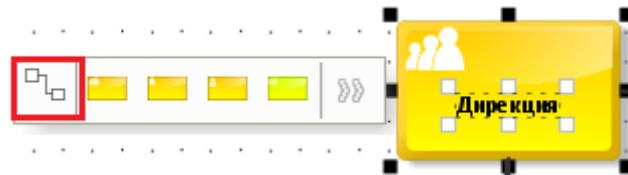
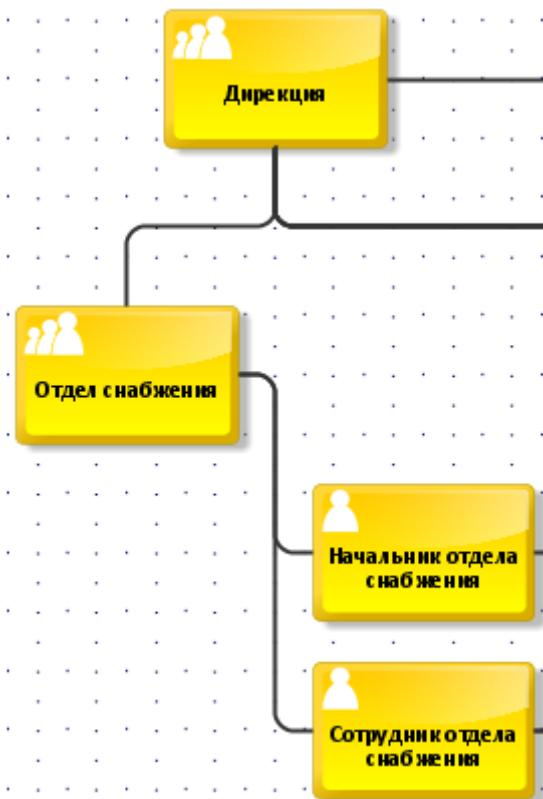

Рисунок 1.17
Рисунок 1.18
3. Выделить организационную единицу «Дирекция» и, используя пункт «Connection» (рисунок 1.17), связать ее с подчиненной организационной единицей «Отдел снабжения» (рисунок 1.18).